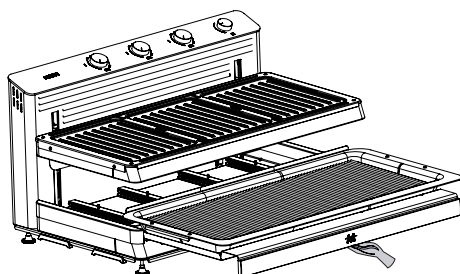
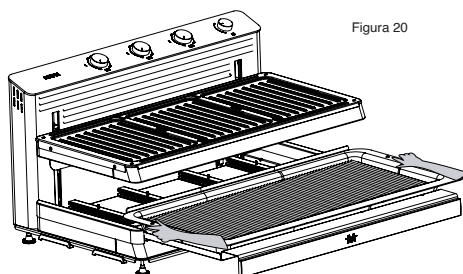

Figura 20
Figura 21
- Si no va a seguir cocinando una vez finalizado el proceso, coloque los interruptores de encendido/apagados situados en la parte posterior del aparato en la posición (0) y desenchufe el cable de alimentación de la toma de corriente.
- Una vez que el producto se haya enfriado por completo, tire de él hacia usted por el asa (Figura 20) y retire con cuidado la bandeja y la rejilla que se encuentran dentro del producto (Figura 21).